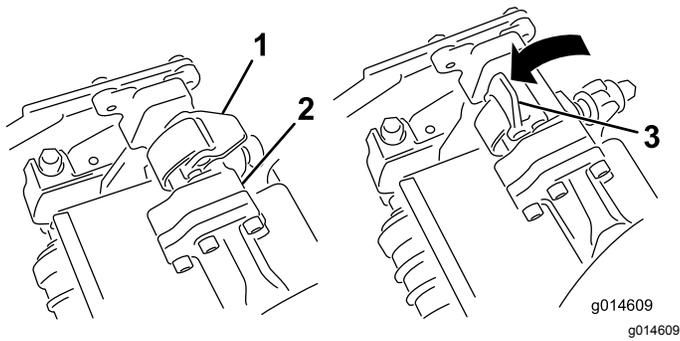
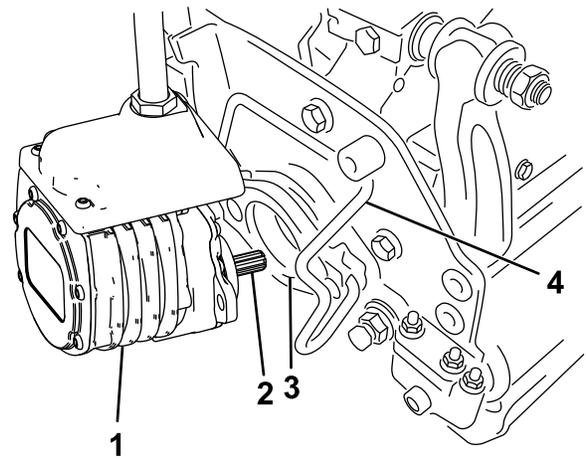

Figura 48
Figura 49
4. Con los enganches del brazo de suspensión orientados hacia arriba (es decir, abiertos (Figura 48), empuje hacia abajo el brazo de suspensión de modo que la barra encaje en la barra situada en la parte superior de la unidad de corte (Figura 49).
- Presione los enganches hacia abajo alrededor de la barra de la unidad de corte y bloquéelas (Figura 48).
5. Abra los enganches de la barra del brazo de suspensión de la unidad de corte que está retirando (Figura 48).